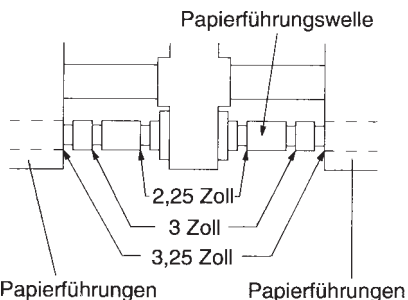

Abb. 2-8 Rollenpapierführung (SP342)
- ⑤ Stellen Sie die linke und rechte Papierführung ein. Lassen Sie einen 0,5 mm großen Abstand zwischen der Papierführung und der Kante des Papiers und befestigen Sie den Sperrhebel.
- Indem Sie den Sicherungsring einsetzen, der der Rille der Papierführungswelle in Abb. 2-8 entspricht, legen Sie die Position für die Papierführung fest.